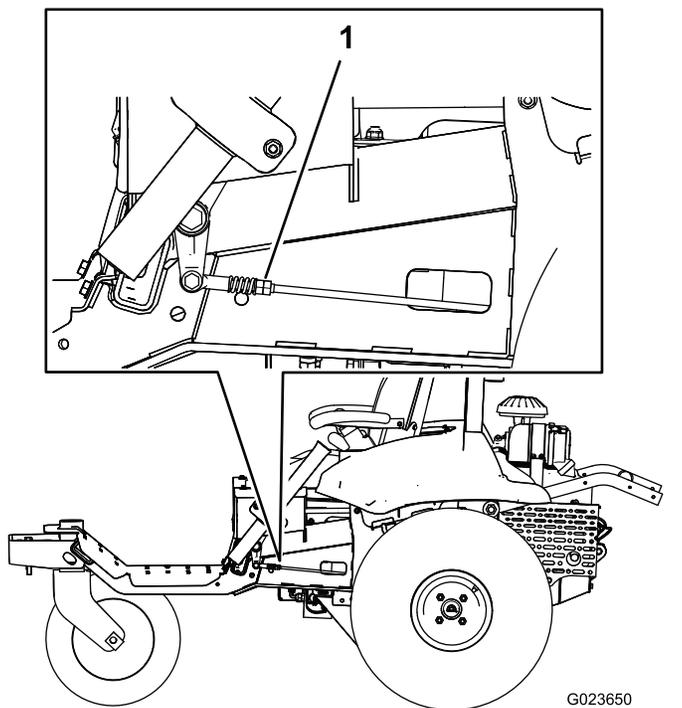

Рисунок 60
7. На одной стороне машины медленно поворачивайте двойные гайки рычажного механизма (Рисунок 60) до тех пор, пока колесо на этой стороне не начнет вращаться, затем поворачивайте двойные гайки в противоположном направлении до тех пор, пока колесо не начнет вращаться в противоположном направлении.